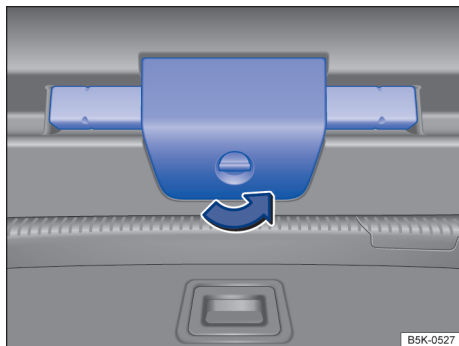

Fig. 70 No compartimento de bagagem: abrir o suporte do triângulo de segurança
- Gire a fechadura do suporte do triângulo de segurança 90° no sentido anti-horário → Fig. 70.